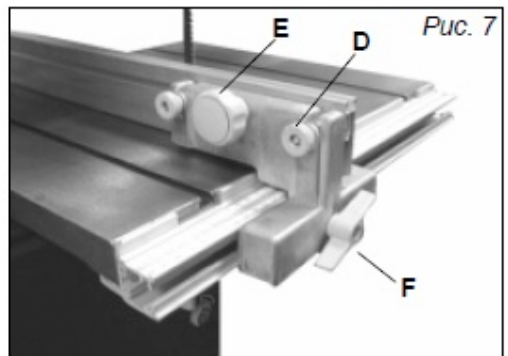

Рис. 7
Закрепить собственно параллельный упор (С) на кронштейне (В) двумя малыми рифлеными рукоятками и болтами (D) М6х40, при этом большая рифленая рукоятка (Е) используется для регулировки и фиксации, рис. 7.
Регулировка параллельного упора по вертикали и горизонтали выполняется с помощью малых рифленых рукояток (D) и большой центральной рукоятки (Е), рис. 7.